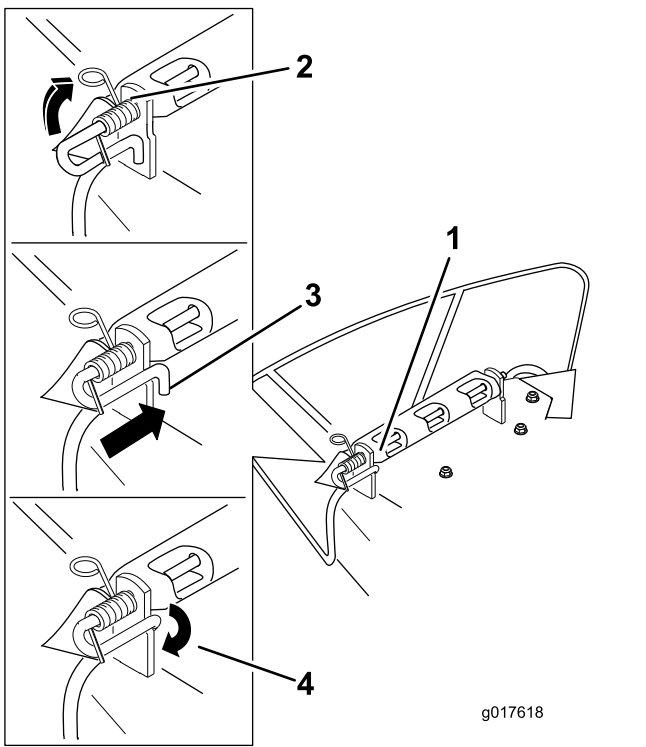

Figura 61
4. Levante el extremo del muelle que tiene bucle y colóquelo en la muesca del soporte del deflector (Figura 61).
5. Fije el conjunto de varilla y muelle torciéndolo de manera que el extremo corto de la varilla pueda colocarse detrás del soporte delantero que está soldado a la carcasa (Figura 61).